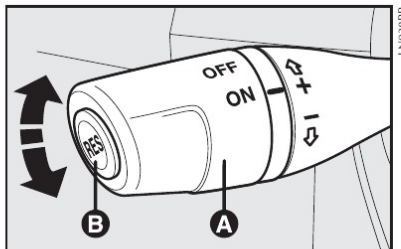

fig. 71
## COMANDOS - fig. 71
O piloto automático é comandado pela alavanca **A**-fig. 71.
1) Apertando o pedal do acelerador e em seguida memorizando a nova velocidade atingida (posicionando a alavanca **A**-fig. 71 para cima (+) por pelo menos três segundos);